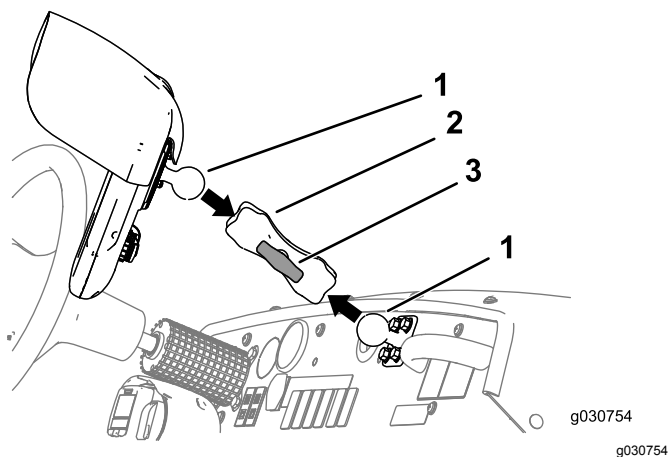

Figura 159
3. Afloje el pomo del brazo del monitor hasta que pueda encajar la bola-pivote de la parte trasera del monitor de fumigación y la bola-pivote del soporte del salpicadero en los alojamientos del brazo del monitor (Figura 159).
4. Desde el asiento del conductor (lado izquierdo), ajuste la posición del monitor de fumigación hasta que pueda ver la pantalla fácilmente (Figura 159).
5. Apriete a mano el pomo del brazo del monitor (Figura 159).